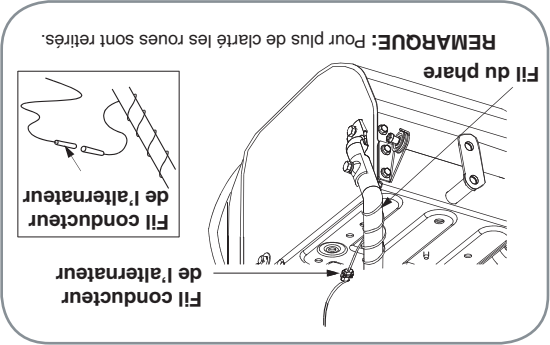

Figure 3-7
- Enroulez le fil du phare autour du guidon droit jusqu'à ce que le fil puisse être branché dans le fil conducteur de l'alternateur, sous le réservoir d'essence. Voir la Figure 3-7.